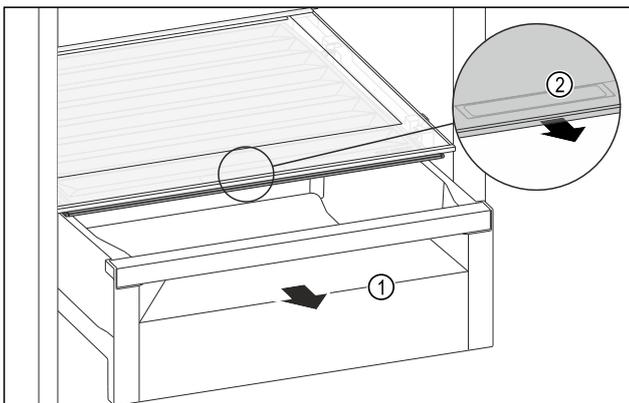

Fig. 107
- ▶ Изтеглете чекмеджето Fig. 107 (1).
- ▶ Хванете вдлъбнатия захват Fig. 107 (2) на капака на отделението и едновременно с това издърпайте напред капака на отделението.